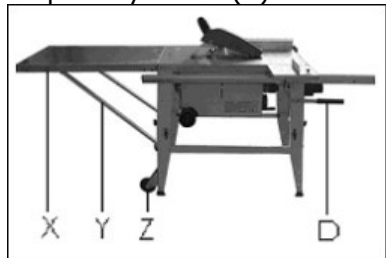

Рис. 8
Прикрепите заднее удлинение стола (X, Рис.8) и опорные уголки (Y).